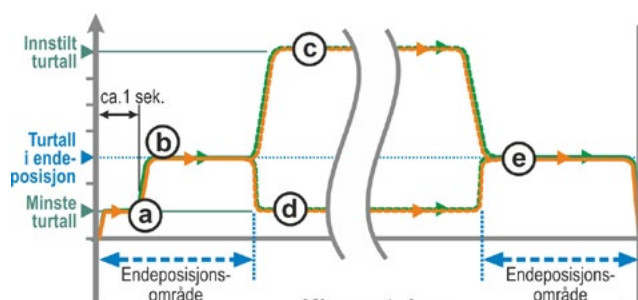

Fig. 1: Turtall i endeposisjon, „Normal”
- ut av endeposisjonen med minste turtall, ca. 1 sek. (fig. 1: Kurve **a**), for deretter å koble til turtallet i endeposisjon, se **b**;